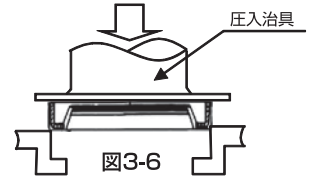

図3-6
②圧入治具(プレス)にて均一に加圧し、組み込んでください。(図3-6)